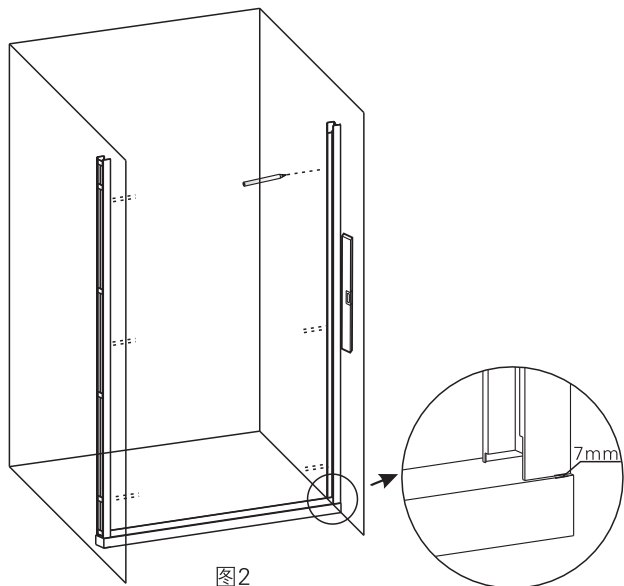

图2
3.将“边柱型材”按图所示，放置于安装位置，在墙上需钻孔位置做好记号，然后在墙上钻好孔，敲入“膨胀胶粒”(如图2, 2-1所示)。